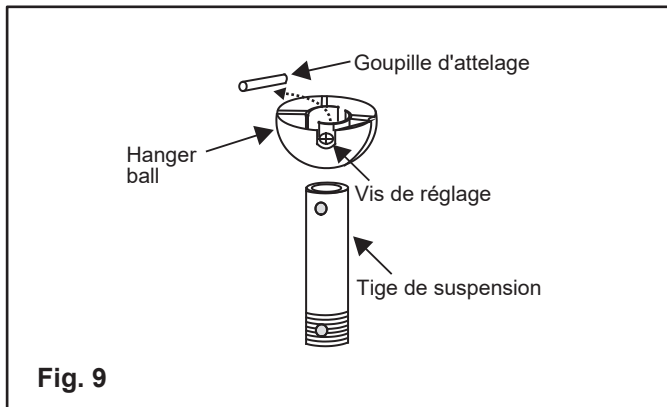

Fig. 9
3. Si vous prévoyez d'utiliser la tige de suspension emballée avec votre ventilateur de plafond, retirez la boule de suspension en desserrant la vis de réglage, en dévissant la goupille de sécurité et en dévissant la boule de suspension. Si vous utilisez une autre tige de suspension, passez à l'étape suivante. (Fig.9)
5. Faites passer soigneusement les fils conducteurs du ventilateur et le câble de sécurité à travers la tige de suspension. Vissez la tige de suspension dans l'accouplement du moteur jusqu'à ce que les trous de la goupille de sécurité soient alignés. (Fig. 9) Ensuite, remplacez la goupille de sécurité et fixez-la avec le clip de verrouillage. Serrez fermement les deux vis de réglage. (Fig.10)